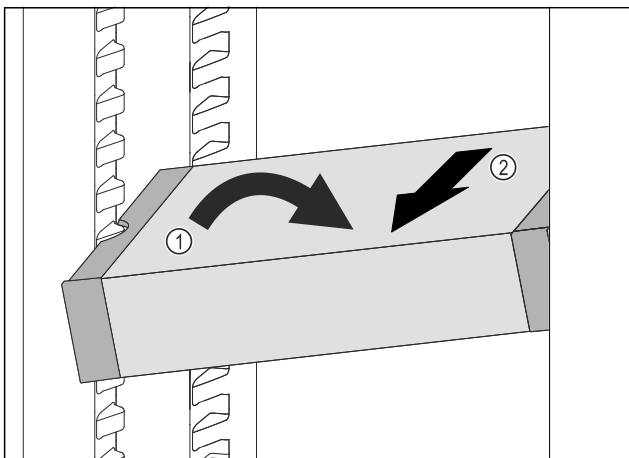

Fig. 143
- ▶ Расположите VarioSafe в холодильном отделении под наклоном. Fig. 143 (1)
- ▶ Извлеките VarioSafe движением вперед. Fig. 143 (2)